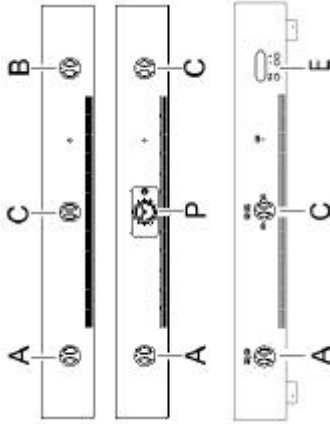

fig. 10
DESCRIZIONE COMANDI (fig. 10)
DESCRIPTION OF CONTROLS (fig. 10)
DESCRIÇÃO DOS COMANDOS (fig. 10)
DESCRIPCION MANDOS (fig. 10)
- premete leggermente la manopola del termostato A (fig. 10) e ruotarla in senso antiorario in posizione massima. Premere a fondo la manopola A per innescare l'accensione elettrica e tenerla premuta per alcuni secondi affinché il dispositivo di sicurezza si attivi
- press the thermostat knob A (fig. 10) slightly and turn it anticlockwise to maximum. Press knob A right in to trigger the electric ignition and keep it pressed for a few seconds to activate the safety device
- premer ligeiramente o manípulo do termóstato A (fig. 10) e rodá-lo no sentido contrário ao dos ponteiros do relógio, para a posição máxima. Premer a fundo o manípulo A para accionar o acendimento eléctrico e mantê-lo premido por alguns segundos para que o dispositivo de segurança se active
- presione levemente el botón del termóstato A (fig. 10) y gire en sentido horario al máximo. Presionar a fondo el botón A para activar el encendido eléctrico y tenerlo presionado por algunos segundos hasta que el dispositivo de seguridad se active.